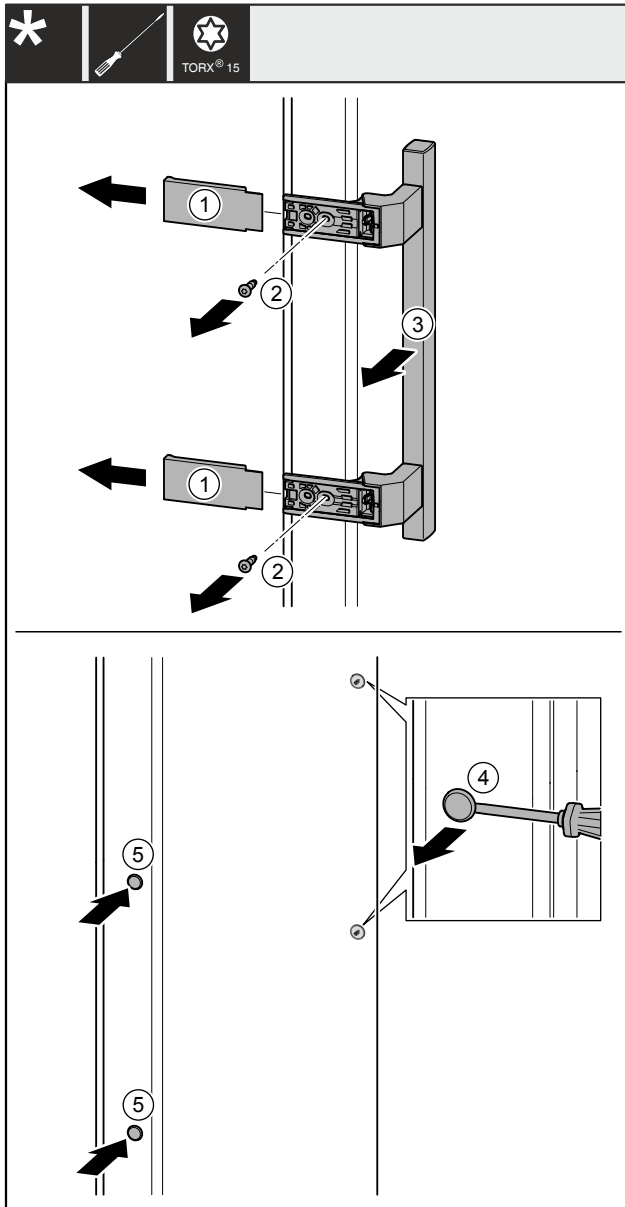

Fig. 41
- Îndepărtați capacele Fig. 41 (1).
- Demontați șuruburile Fig. 41 (2) cu șurubelnița.
- Îndepărtați mânerul Fig. 41 (3).
- Ridicați cu precauție dopul lateral Fig. 41 (4) cu o șurubelniță plată și extrageți-l.
- Introduceți dopul Fig. 41 (5) pe partea opusă.